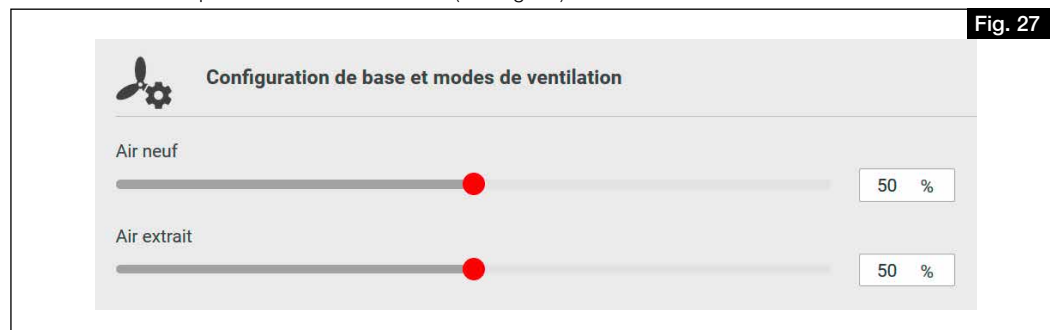

Fig. 27
5. Sous „Réglage du ventilateur“, entrer les performances du ventilateur pour l'air soufflé et extrait en fonction des valeurs déterminées pour la ventilation nominale (voir Fig. 27).